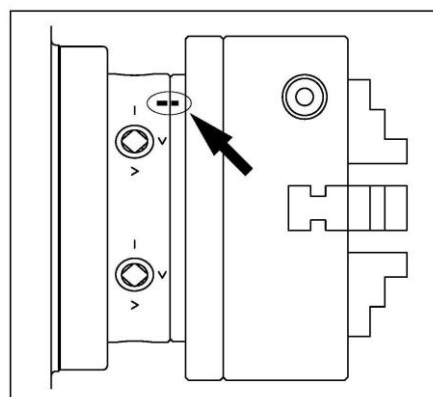

Рис. 29. Патрон выровнен по установочным меткам.
6. Если патрон установлен, выровняйте патрон со шпинделем по установочным меткам (Рис. 29), и продвиньте патрон в шпиндель.